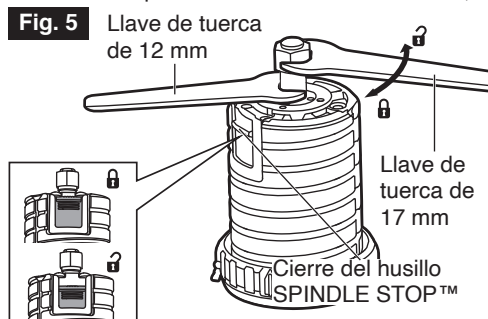

Fig. 6
- **Para instalar una broca**, limpie e inserte el vástago redondo de la broca de fresadora deseada en el portaherramienta, de manera que las superficies de corte estén aproximadamente de 1/8 de pulgada (3,2 mm) a 1/4 de pulgada (6,4 mm) de distancia de la cara del portaherramienta (Fig. 6).